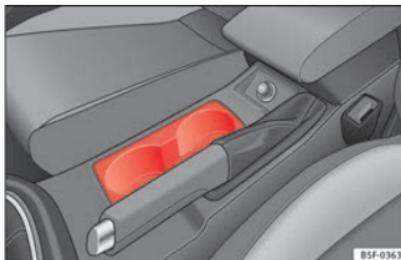

Fig. 159 Console centrale: portabevande anteriore.
- Porre le bevande nel supporto » fig. 159. Si possono riporre due lattine. Le coperture